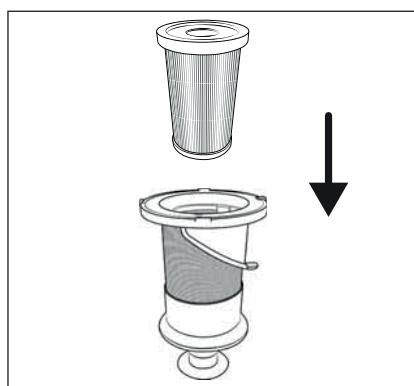

Fig. 24
- Drej ikke filteret af rustfrit stål ⑥, når du sætter det ind i støvbeholderen ⑦. Vær også opmærksom på de to punktmarkeringer på filteret af rustfrit stål ⑥ og støvbeholderen ⑦, så filteret af rustfrit stål ⑥ sættes rigtigt ind.
- 7) Sæt EPA-filteret ⑤ ind i filteret af rustfrit stål ⑥ (se fig. 24).